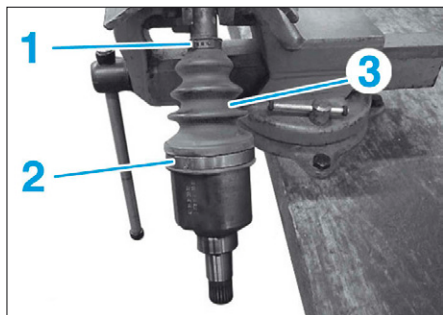

FIG. 15
- Déposer les colliers (1) et (2) (Fig.15).
- Ecarter le soufflet de transmission (3) et le déposer en le coulissant par le côté roue.
- Mettre en place les colliers (1) et (2) (Fig.15) (voir opération concernée).